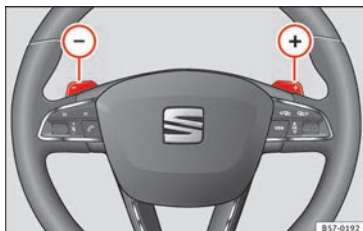

Fig. 183 Volante: leve per il cambio automatico.
- Premere la leva a bilanciere del cambio (+) per inserire una marcia superiore » **fig. 183**.